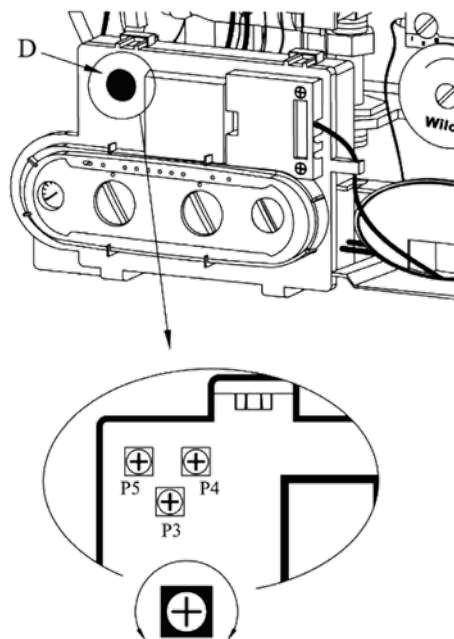

Рис. 19. Расположение потенциометров регулировки мощности.
3. На рис. 19 изображены потенциометры. P4 отвечает за регулировку мощности котла в режиме ОВ от 0 до 100;
6.2.4 Регулировка параметров с помощью потенциометров (см. рис. 19)